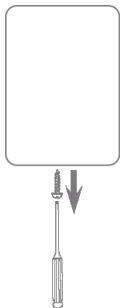

Figura 1
1. Abra a tampa girando uma chave de fendas no compartimento inferior da carcaça (veja a Figura 1).